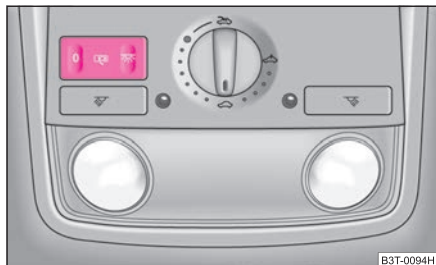
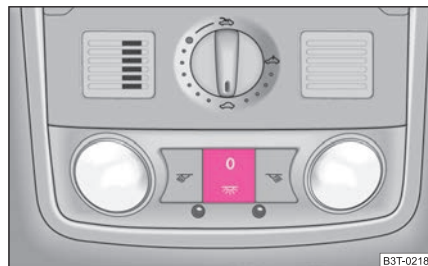

Fig. 48 Sector del revestimiento interior del techo: luz interior delantera
Fig. 49 Sector del revestimiento interior del techo: luz interior delantera
- Pulse el conmutador donde el símbolo  ⇒ fig. 48 o ⇒ fig. 49.